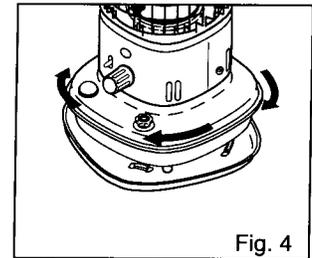

Fig. 4
4. Coloque el calefactor sobre la bandeja de goteo y trabe haciéndolo girar en el sentido de las agujas del reloj. (Fig. 4)